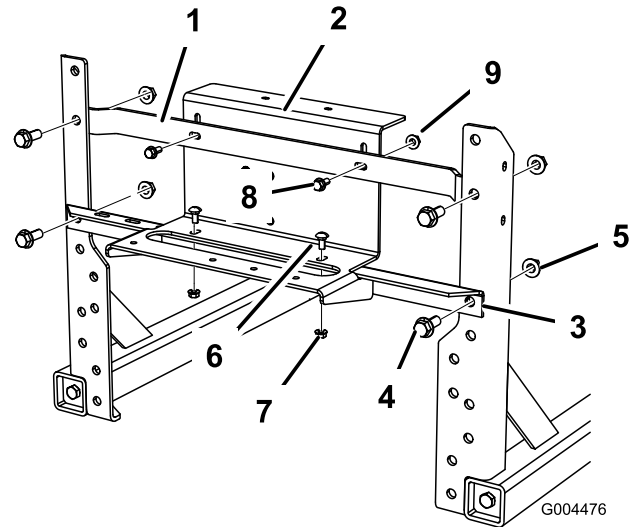

Figure 10
1. Au moyen des fixation existantes, reposez la barre transversale inférieure que vous avez déposée des anciens montants de rampe (Figure 10).